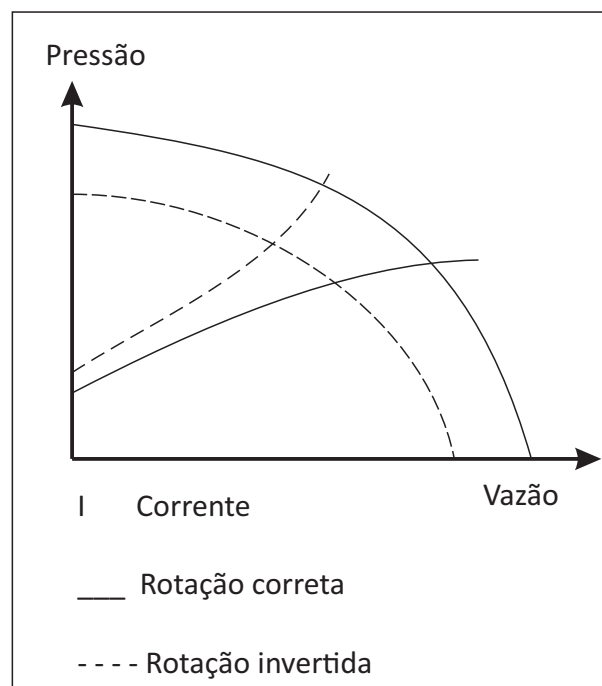

Figura 6.5
6.4 - Ligar a motobomba e verificar a vazão ou a pressão (altura manométrica). A figura 6.5 mostra as características do conjunto motobomba com a rotação correta e com a rotação invertida bem como as correntes. Nota-se que a vazão e a pressão com a rotação invertida são significativamente inferiores do que com a rotação correta. Para corrigir a rotação, basta inverter duas das fases da rede de alimentação.